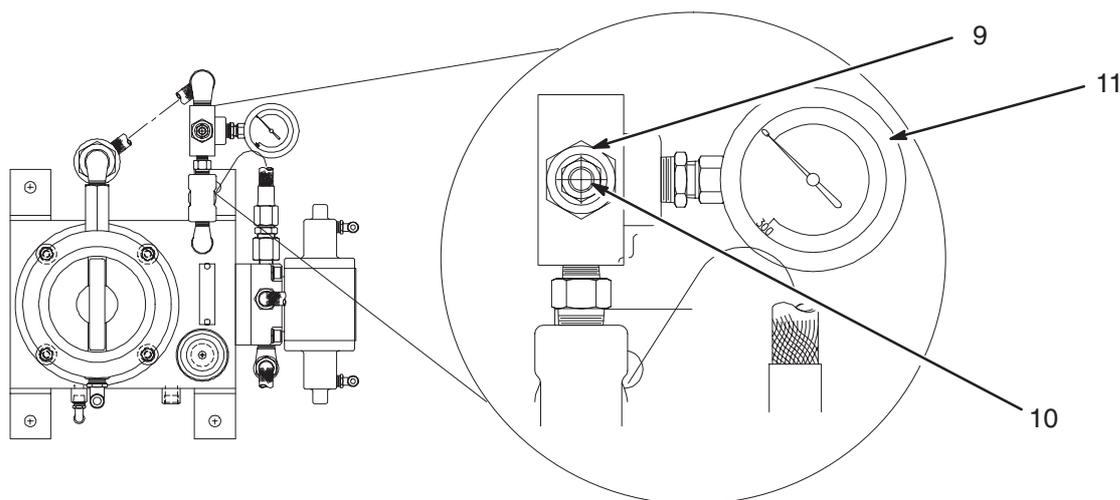
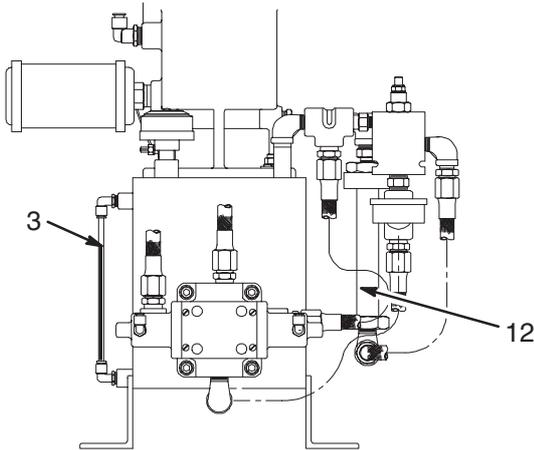

Abb. 12
Abb. 13
3. Den Hydraulikflüssigkeitsregler einstellen (Abb. 12):
- a. Die Sicherungsmutter (9) mit einem 14 mm Schlüssel lösen.
- b. Den Flüssigkeitsdruck durch Drehen der Einstellschraube (10) des Reglers mit einem 4 mm Sechskantschlüssel auf den gewünschten Wert einstellen. Die Änderungen des Druckes am Manometer (11) überwachen.
- c. Die Sicherungsmutter (9) anziehen.
5. Den Hydraulikflüssigkeitsstand (3) am Hydraulikmotor prüfen (Abb. 13). Bei Bedarf Hydraulikflüssigkeit nachfüllen.